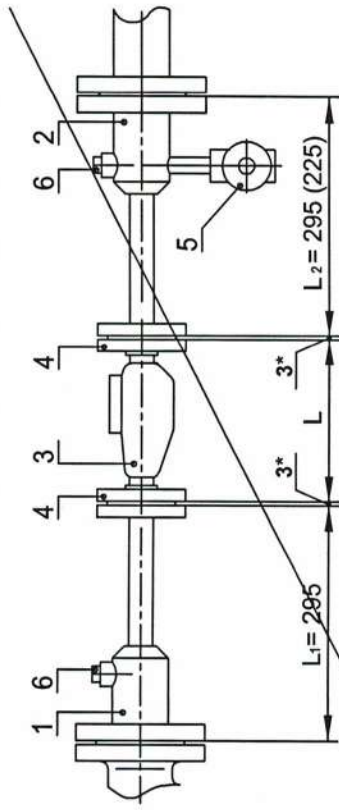

Рис.1
- L1, L'1 - длины патрубков до счетчика (см. прил. 1, рис. 1 ... 10);
- L2, L'2 - длины патрубков до счетчика (см. прил. 1, рис. 1 ... 10).